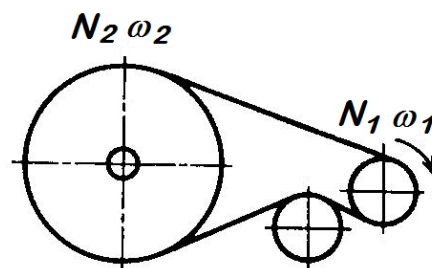

Рис. 15
2. Рассчитать плоскоременную передачу с натяжным роликом (рис. 15). Мощность на ведущем шкиве  $N_1$ , угловая скорость его  $\omega_1$  и передаточное число передачи  $u$  приведены в табл. 14.